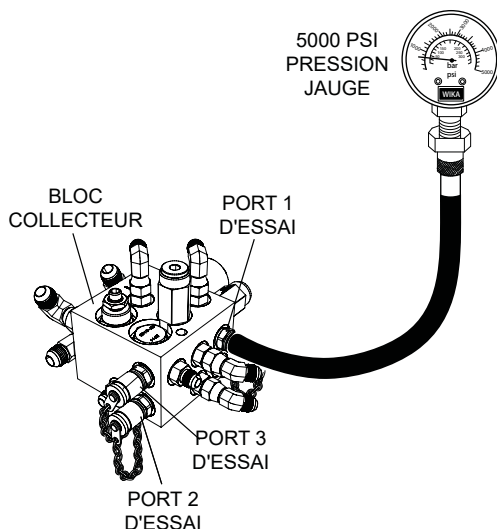

Figure 31. Ports d'essai de collecteur
6. Sur le bloc du collecteur, installer un manomètre à 5 000 psi (Figure 31) sur le port 2 d'essai à déconnexion rapide pour la pression avant.
1. Sur le bloc du collecteur, installer un manomètre à 5 000 psi sur le port 1 d'essai à déconnexion rapide (Figure 31).